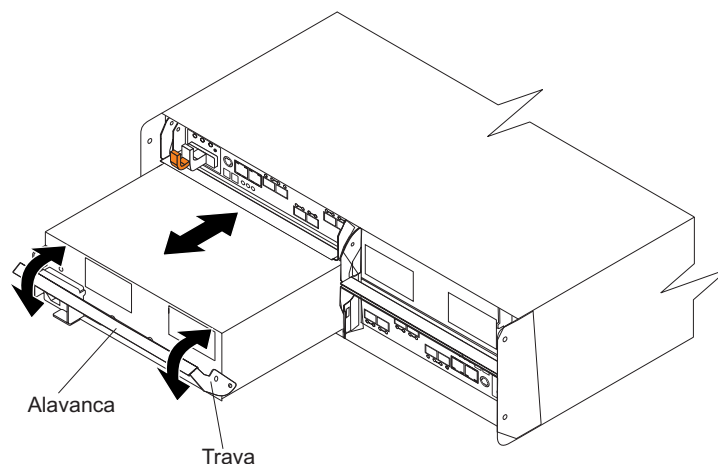

Figura 17. Removendo uma Unidade de Fonte de Alimentação e de Ventilador
2. Puxe lentamente a alavanca para fora do chassi para remover a unidade de fonte de alimentação e de refrigeração, conforme mostrado na Figura 17.